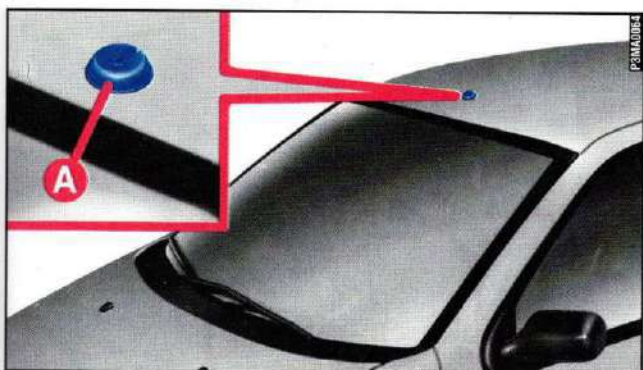

fig. 85
1) Togliere il tappo in plastica avvitato nel cappuccio **A**-fig. 85 sul tetto della vettura.